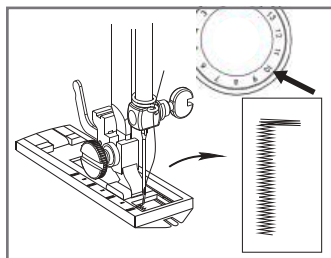

Рис.29
7.15.9 Поверните маховое колесо против часовой стрелки, чтобы поднять иглу в самое верхнее положение. (Рис.29)